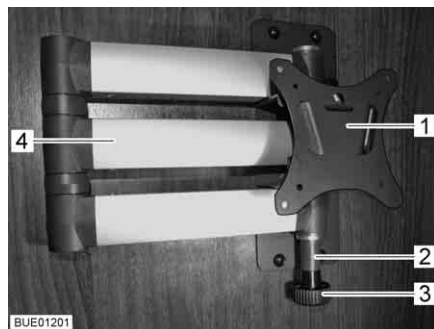

Fig. 55 Support à bras articulé
- Tirer sur le bouton de déverrouillage (Fig. 55,3). Le bras articulé (Fig. 55,4) est déverrouillé.
- Faire retourner l'écran plat dans sa position initiale jusqu'à ce que le support (Fig. 55,1) s'enclenche dans le verrouillage (Fig. 55,2).